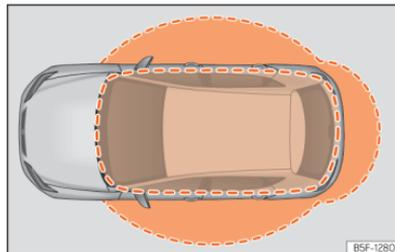

Abb. 72 Keyless-Access: Näherungsbereiche.
- Das Fahrzeug wird entriegelt, wenn der Zündschlüssel in einem Bereich in der Nähe erkannt wird »» [Abb. 72]. Alle Blinker des Fahrzeugs blinken zweimal.